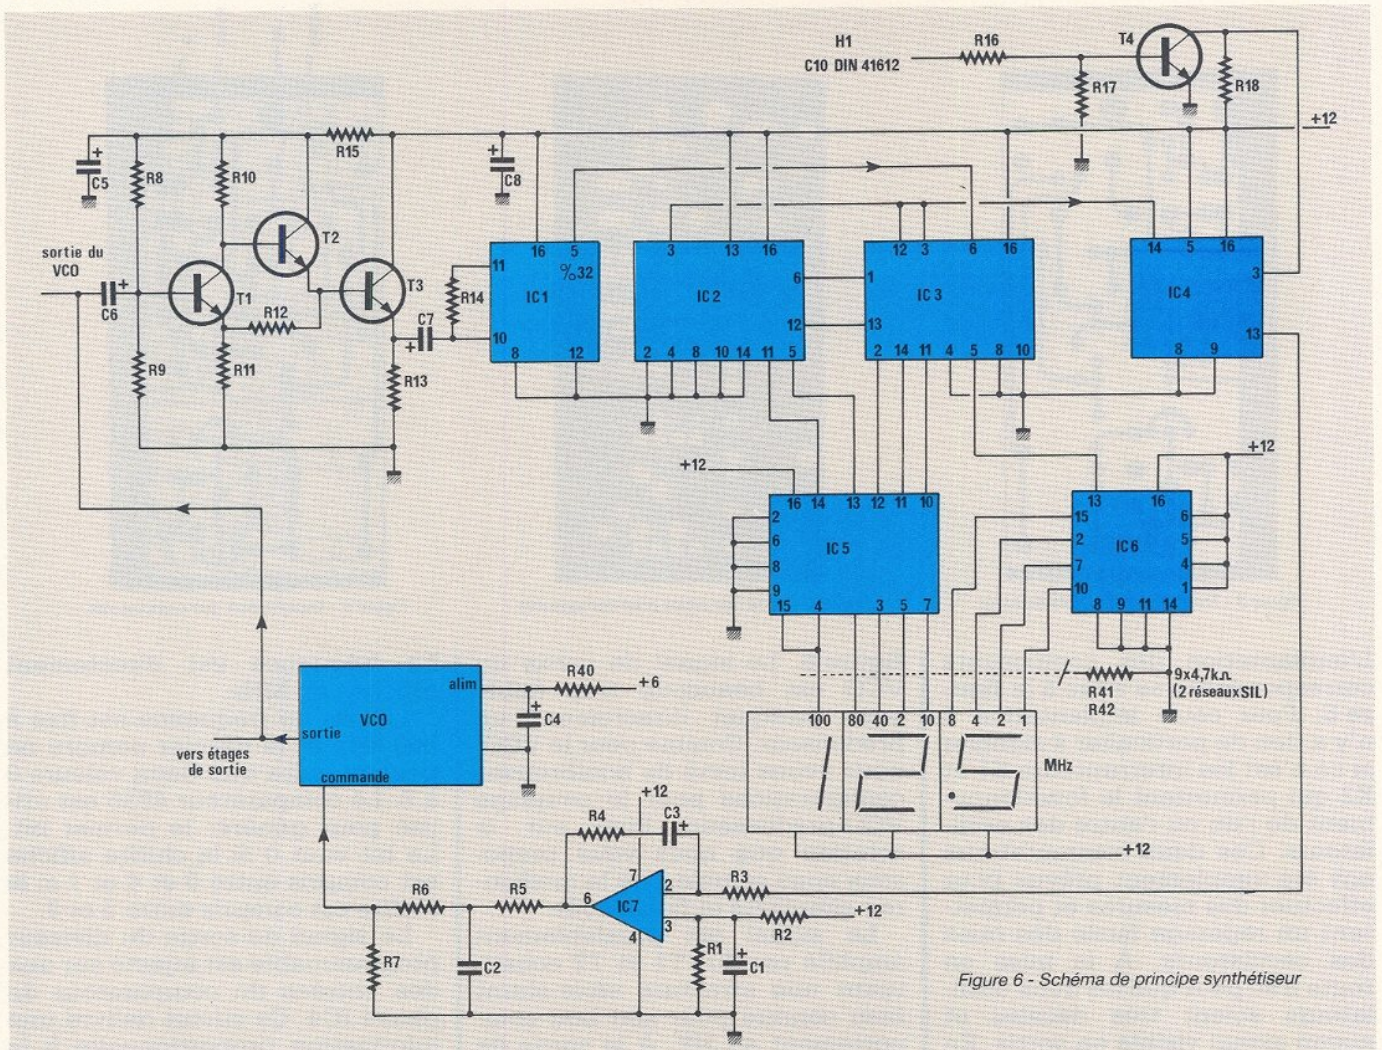

Figure 6 - Schéma de principe synthétiseur
**figure 6**. Le signal de sortie du VCO est beaucoup trop faible pour attaquer directement un prédiviseur. Comme pour le VCO, nous avons testé de nombreuses configurations pour le couplage VCO-prédiviseur. Bien sûr la solution que nous vous proposons nous semble être la meilleure : simplicité et faible coût.